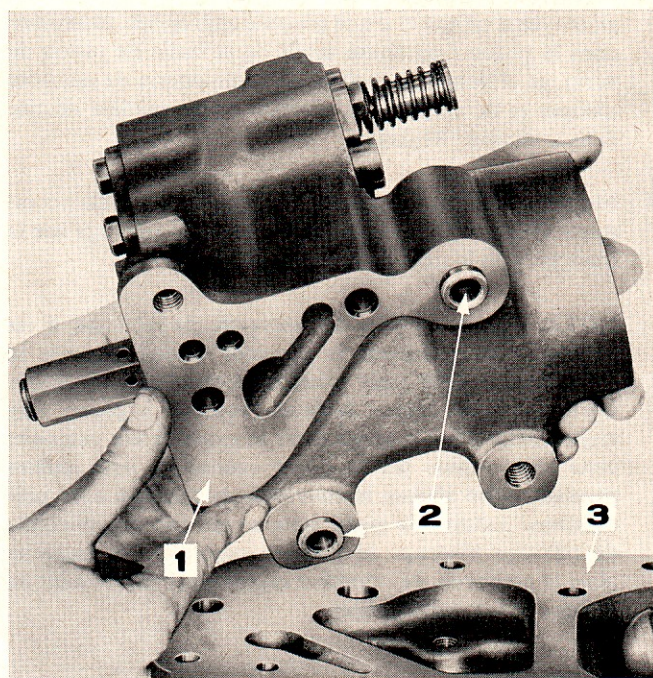

Figure 29: Montage du cylindre de relevage
2. Poser des joints toriques neufs dans les lamages des passages d'huile, remonter le cylindre sur le couvercle (Figure 29) et serrer les boulons de fixation au couple correct (voir Spécifications, Chapitre 5).